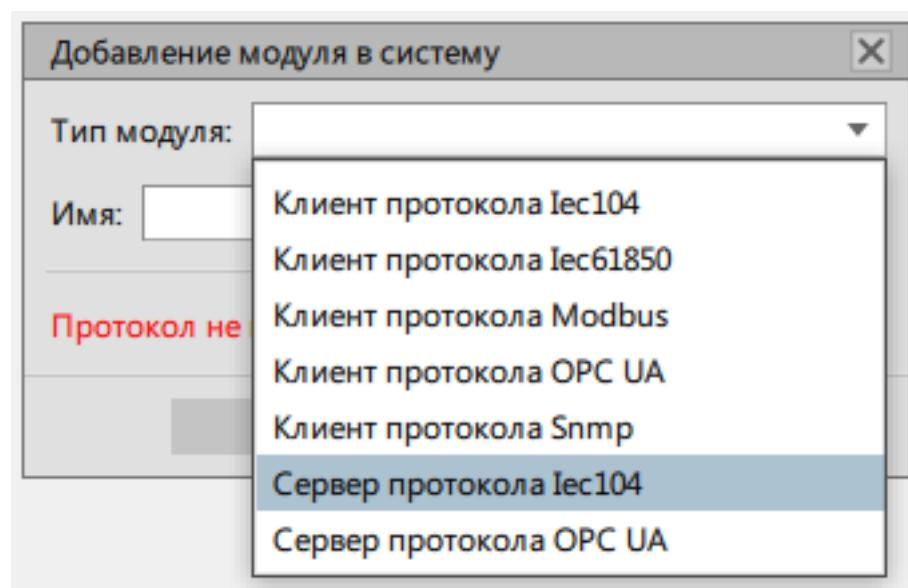

Рисунок 195 - Сервер протокола Iec104
13. Выберите модуль **Сервер протокола Iec104** и нажмите **OK** (Рисунок 195).